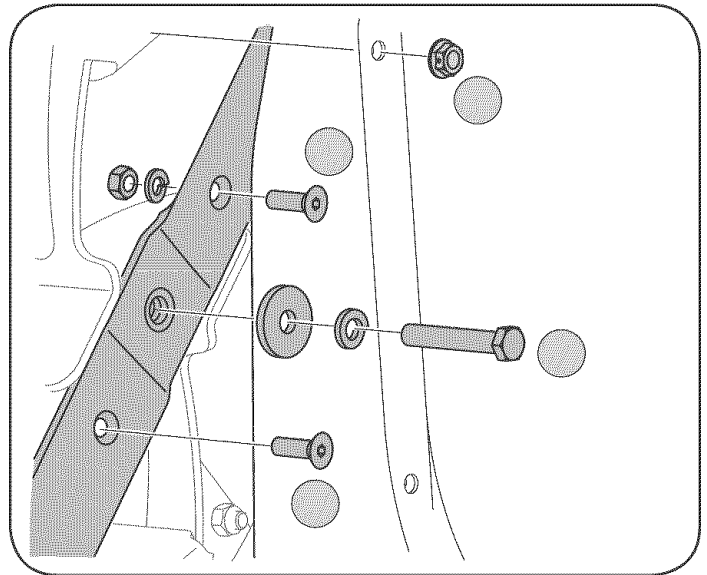

Figura 11
4. a. Saque las seis tuercas con reborde que sujetan la guía de ingreso de la tolva a la caja del motor. Vea la Figura 11.
- Coloque un trozo de madera dentro de la abertura del deflector del canal para estabilizar el motor y evitar que el mismo gire cuando saque la cuchilla de la trituradora.b. Saque los dos tornillos hexagonales internos, las tuercas de seguridad hexagonales y arandelas de seguridad que sujetan la cuchilla de la trituradora al motor. Vea la Figura 11.
- c. Saque el perno hexagonal, la arandela de seguridad y la arandela plana para liberar totalmente la cuchilla de la trituradora. Vea la Figura 11.